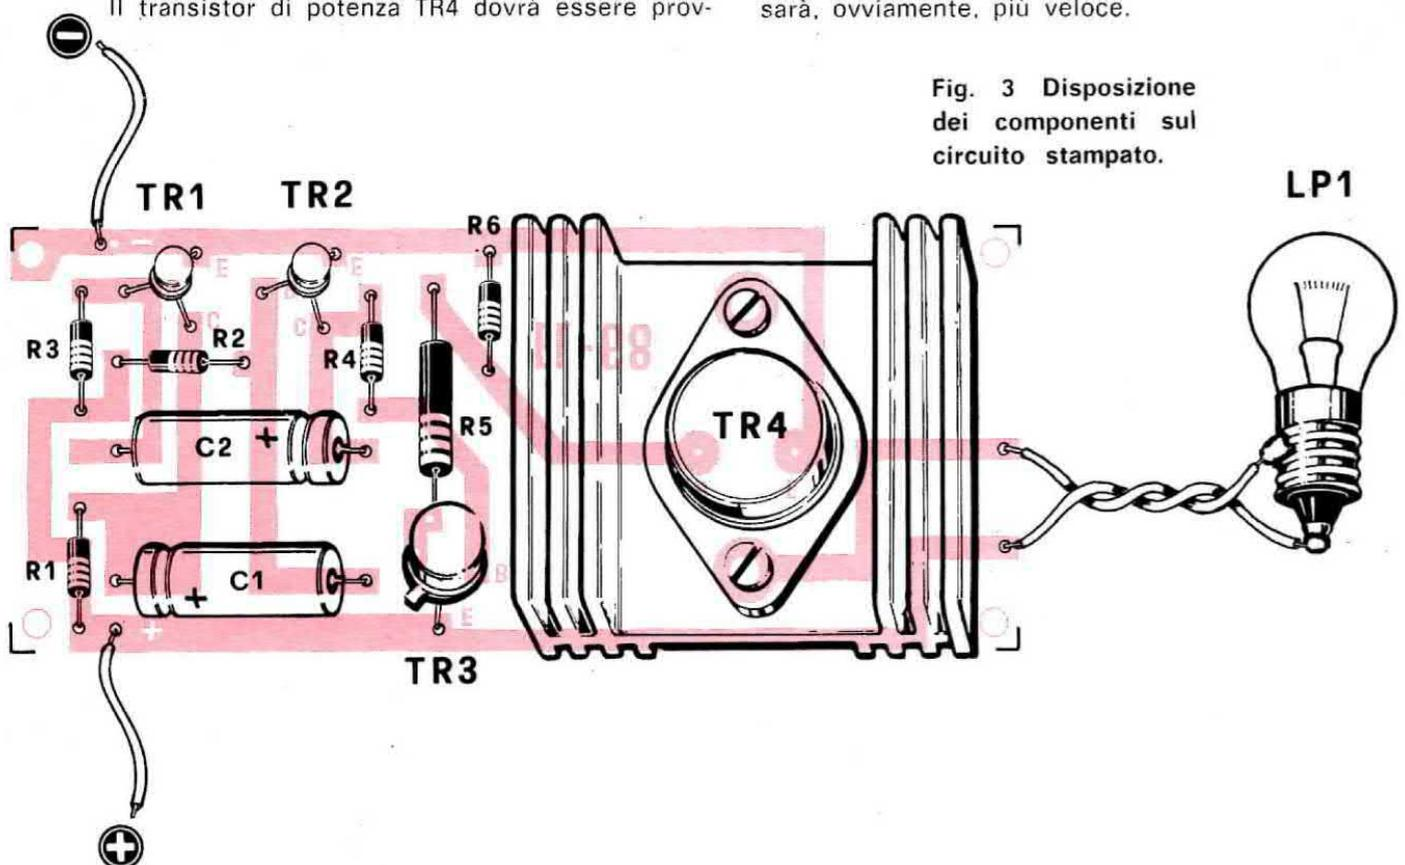

Fig. 3 Disposizione dei componenti sul circuito stampato.
**Fig. 3** Circuito elettrico, in base al quale dovranno risultare collegati i vari terminali dell'integrato, per procedere all'esperienza cui accenniamo in articolo.
**Fig. 5** Per dimostrazioni didattiche, i Professori potranno far realizzare ai loro allievi un pannello sul quale risulteranno raffigurati graficamente i simboli dei NAND e le relative connessioni elettriche. Sulle diverse entrate saranno presenti i deviatori per le condizioni 0 e 1 e sulle uscite, le lampadine spia. Logicamente sotto al pannello verrà effettuato il circuito elettrico di fig. 3 e di fig. 4.
In fig. 3 troviamo la disposizione dei componenti su tale circuito.